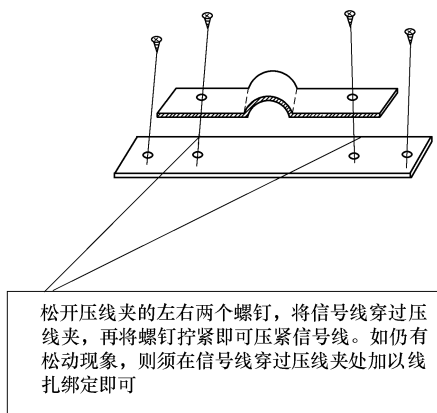
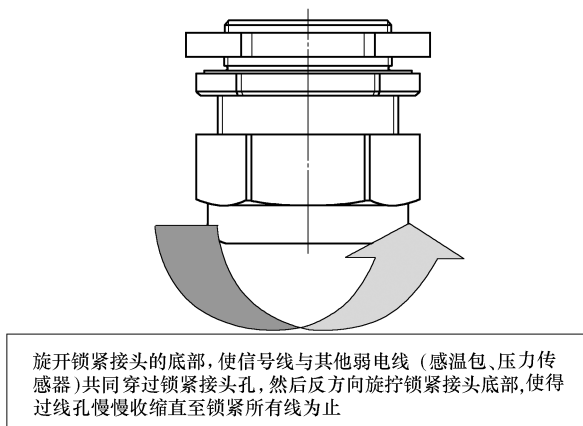

图 3-84 室内、外机通信线压线夹连接示意图
图 3-85 室内、外机通信线锁紧头连接示意图
3) 室外机信号线必须通过电器盒内的压线夹 (图 3-84) 或是锁紧接头 (图 3-85) 进行固定。